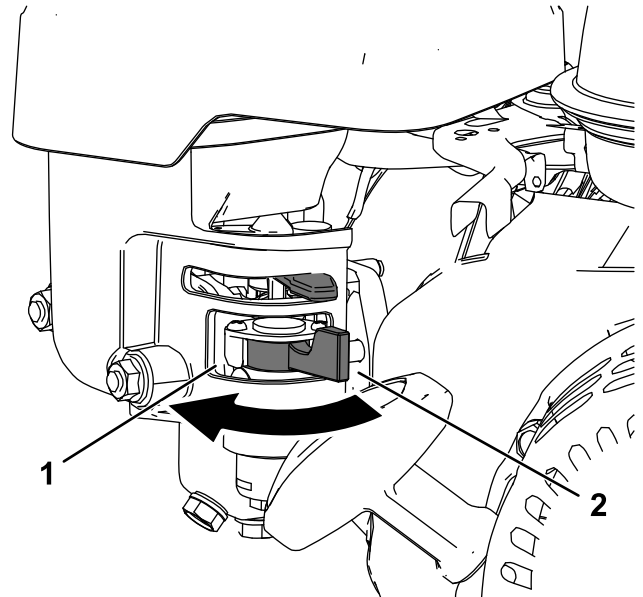

Figure 4
- Pour ouvrir le robinet d'arrivée de carburant, tournez le levier vers la poignée du lanceur (Figure 4).
- Pour fermer le robinet d'arrivée de carburant, tournez le levier dans la direction opposée à la poignée du lanceur (Figure 4).